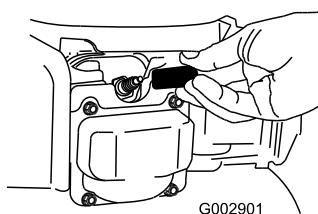

Figura 41
- Desconecte el cable de la bujía (Figura 41) antes de realizar cualquier procedimiento de mantenimiento.